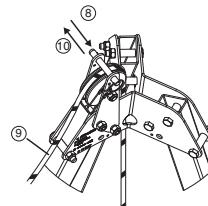

Fig. 10
8. Retirar el husillo de bola que se encuentra encima de la polea de desvío en la parte superior del trípode TRACPODETM (Fig. 10, 8).
9. Pasar la driza del aparato DEROPETM alrededor de la polea de desvío (Fig. 10, 9).
10. Volver a colocar el husillo de bola para impedir que la driza se salga de la polea de desvío (Fig. 10, 10).